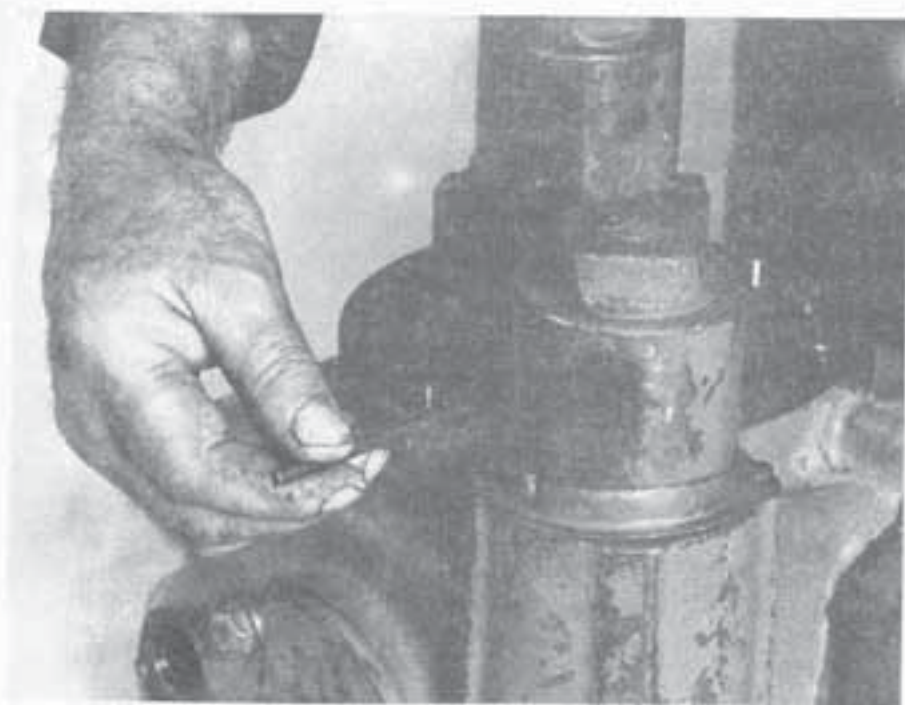

Рис.46.
2. Ослабить болты крепящей державки сервоцилиндров и удалить державки. Рис.46.